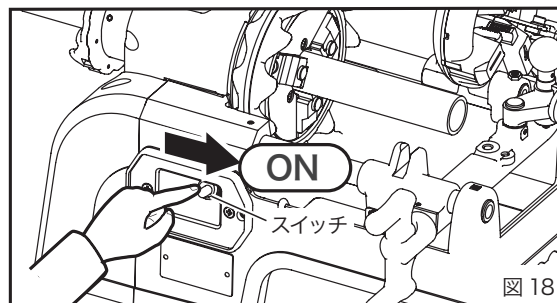
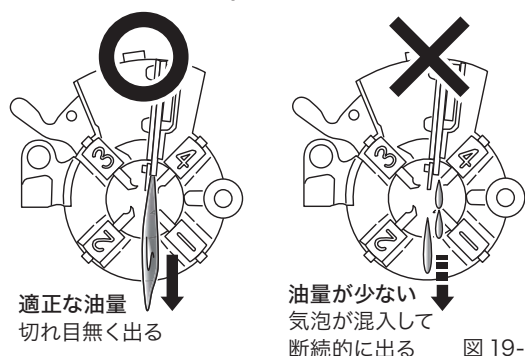

図 18
図 19-1
8. 作業前の点検 (図 18、19)
- ① 本体のスイッチを ON にし、主軸を回転させてください。
- ② ダイヘッドから出るねじ切り油が適正な量であることを確認してください。(図 19-1)